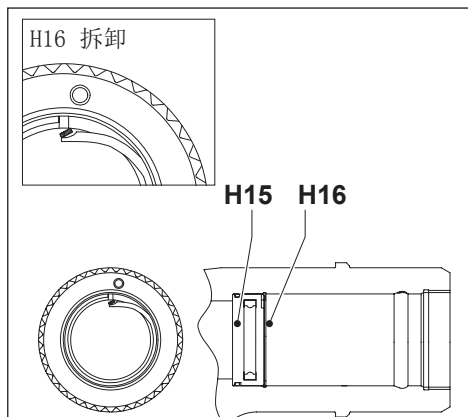

图 23
**注意** 在下一步骤中, 定位环 (H16) 的锥形端必须与油缸衬套 (H15) 中的插槽对齐, 以便在定位环后部放入密封圈摘取工具。若需要, 使用螺丝刀按需旋转定位环。见图 23。